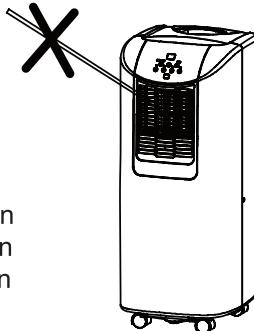

FIG.2
- Legen Sie keine Gegenstände auf das Gerät, und stellen Sie sicher, dass Lufteinlass / Luftauslass nicht blockiert sind (Abb. 2).